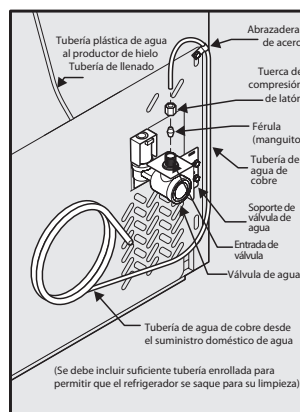

Figura 1
4. **Si usa tuberías de cobre:** Deslice la tuerca de compresión de latón, y luego la férula (manguito) en la tubería de suministro de agua. Empuje la tubería de suministro de agua hacia dentro de la entrada de la válvula de agua lo más posible (¼ de pulgada o 6 mm). Deslice la férula (manguito) en la entrada de la válvula y apriete manualmente la tuerca de compresión en la válvula. Apriete otra media vuelta con una llave; NO apriete en exceso. Vea la Figura 1.